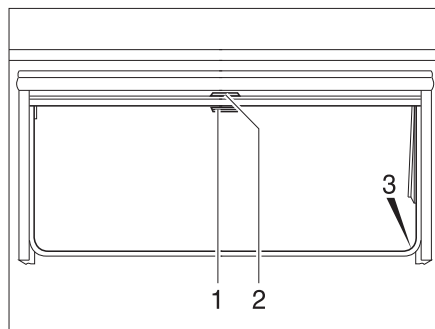

Fig. 39 Ventana abatible
- Tirar del asidero (Fig. 39,2) de la persiana oscurecedora enrollable hacia abajo. Cuando la persiana oscurecedora enrollable se cierre por completo, encajarla en el bloqueo (Fig. 39,3) a ambos lados del marco de la ventana.
- Cuando la persiana oscurecedora enrollable está completamente cerrada: Presionar el tirador (Fig. 39,2) hacia abajo y tirarlo ligeramente hacia dentro. Desenganchar la persiana oscurecedora enrollable de los bloqueos a izquierda y derecha del marco de la ventana.
- Cuando la persiana oscurecedora enrollable se encuentre en una posición intermedia: Tirar ligeramente del asidero (Fig. 39,2) hacia abajo, hasta que se hay soltado el bloqueo.
- Tirar hacia abajo de la mosquitera enrollable (Fig. 39,1) y engancharla en el bloque (Fig. 39,3) a ambos lados del marco de la ventana.
- Presionar el tirador (Fig. 39,1) hacia abajo y tirarlo ligeramente hacia dentro. Desenganchar la mosquitera enrollable de los bloqueos a izquierda y derecha del marco de la ventana.